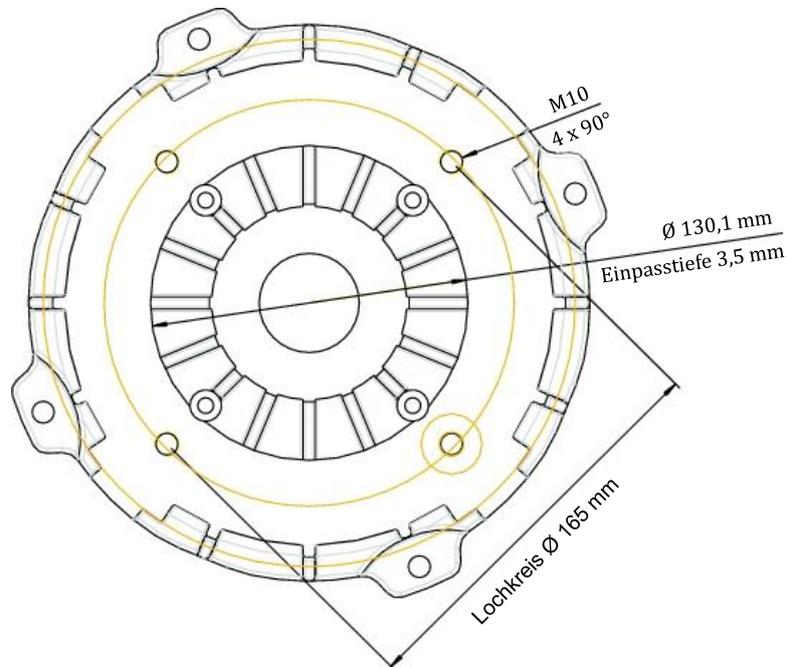

Abbildung 17: Flansch für Hydraulik- und Getriebeantriebe
- Verschließen Sie alle M10-Gewindebohrungen (☐ siehe Abbildung 17), die nicht für die Montage benötigt werden, mit einer Abdichtschraube.